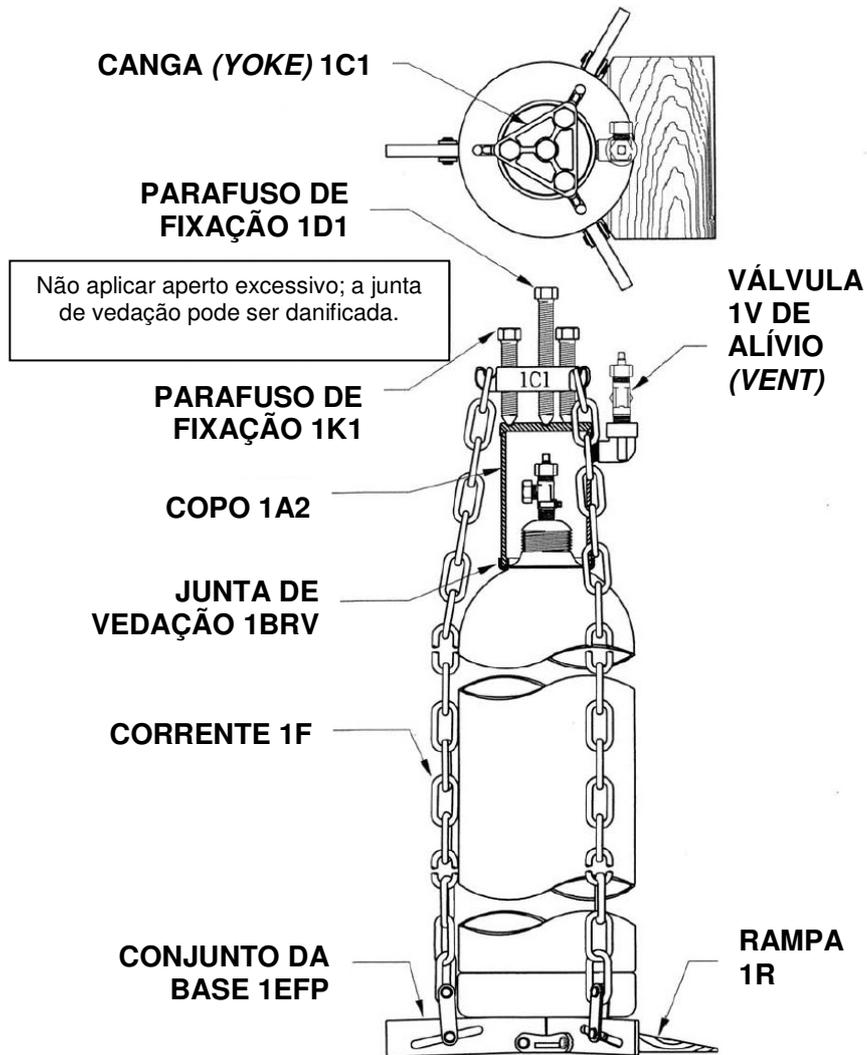

Fig. 4.1
- Se a ação não estancar o vazamento: aplicar o Dispositivo 1 – Montagem do Copo 1A2 na Válvula. Ver Seção 4 e Fig. 4.1 para instruções.
- B) Aplicar o Dispositivo 1 (Montagem do Copo 1A2 na Válvula). Ver Seção 4 e Fig. 4.1 para instruções.
- A) Introduzir o Pino Cônico menor A-3 (Fig. 3.5.1) no orifício da parte da válvula degolada que restou no cilindro, e aplicar o Dispositivo 1 (Montagem do Copo 1A2 na Válvula). Ver Seção 4 e Fig. 4.1 para instruções.
- A) Introduzir o Pino Cônico maior A-4 (Fig. 3.6.1) no orifício do cilindro para a válvula, e aplicar o Dispositivo 1 (Montagem do Copo 1A2 na Válvula). Ver Seção 4 e Fig. 4.1 para instruções.
- C) Se não for possível estancar o vazamento, retirar a garra 2C e aplicar o Dispositivo 1 – Montagem do Copo 1A2 da Válvula. Ver Seção 4 e Fig. 4.1 para instruções.
PASSOS – Ver Fig. 4.1	Equipamento
<p>Nota: Os vazamentos acima examinados também podem ser corrigidos pela aplicação do Dispositivo 1 (Montagem do Copo 1A2 na Válvula). Ver Seção 4 e Fig. 4.1 para instruções.</p>